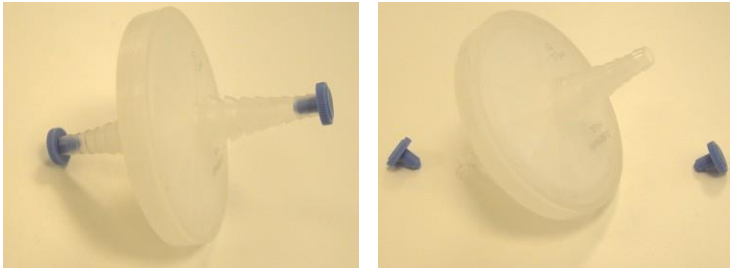

Figura 3-37. Retirada de los tapones del filtro
1. Retire los tapones del filtro, como se muestra en la Figura 3-37.